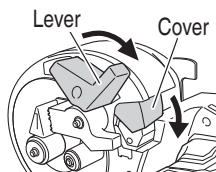

Fig. 43
- Vérifier impérativement que le couvercle du couteau est refermé lorsqu'on ne se sert pas de l'outil pour un travail de coupe. Si le couvercle reste ouvert, le couteau risque de se coincer dans des corps étrangers et de provoquer des blessures graves. (Fig. 43)